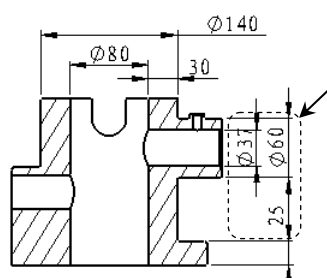

图 6.3.63 整理的尺寸
Step5. 选取命令。选择下拉菜单 **工具(T)** $\rightarrow$ **对齐** $\rightarrow$ **水平对齐(H)** 命令，选中的尺寸将水平对齐，如图 6.3.63 所示。